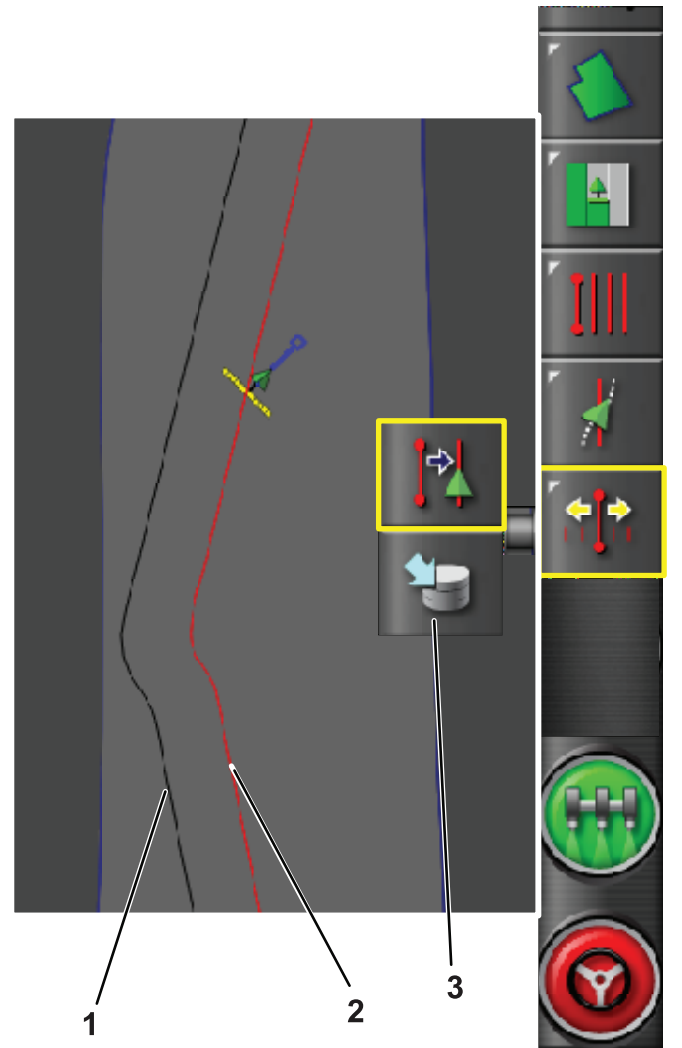

図 18
2. 新しいガイドライン (図 18)が必要な場所に移動したら、ナッジアイコンを押します。